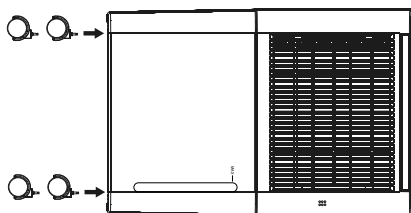

Fig. 1
- ◆ Pressione as rodas **6** nos quatro orifícios existentes na base do aparelho, até encaixarem corretamente (ver fig. 1).